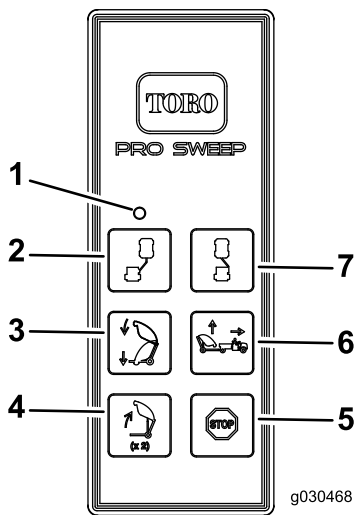

Figura 28
2. Pulse el botón Vaciar tolva durante un segundo, suelte el botón durante un segundo, y luego pulse otra vez el botón Vaciar tolva (Figura 28).